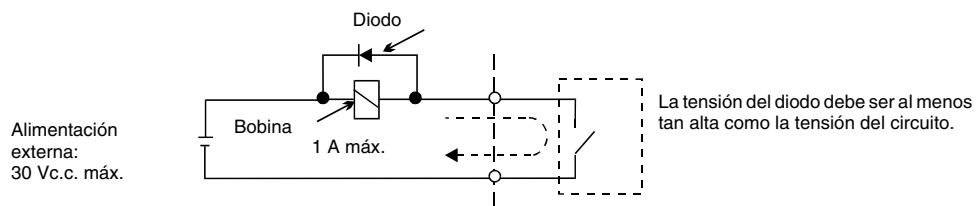

Fig. 6 Conexión del diodo
- \*3. Cuando controle una carga reactiva, como una bobina de relé con alimentación de c.c., inserte siempre un diodo como se muestra en la Fig. 6